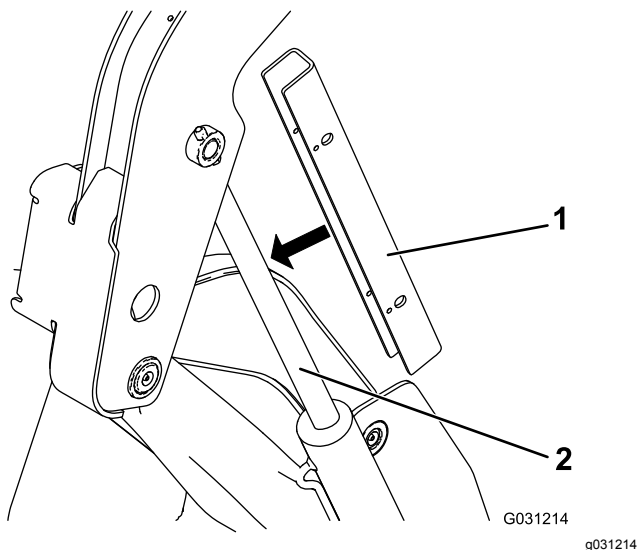

Figura 33
5. Coloque el bloqueo del cilindro sobre la varilla del cilindro de elevación (Figura 33).